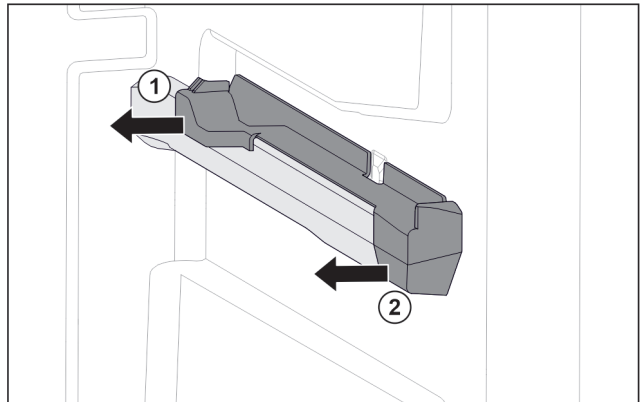

Fig. 122 Вставна частина на правому ребрі для резервуару
- ▶ Відсунути вставну частину назад вбік. Fig. 122 (1)
- ▶ Відсунути вставну частину вперед вбік. Fig. 122 (2)